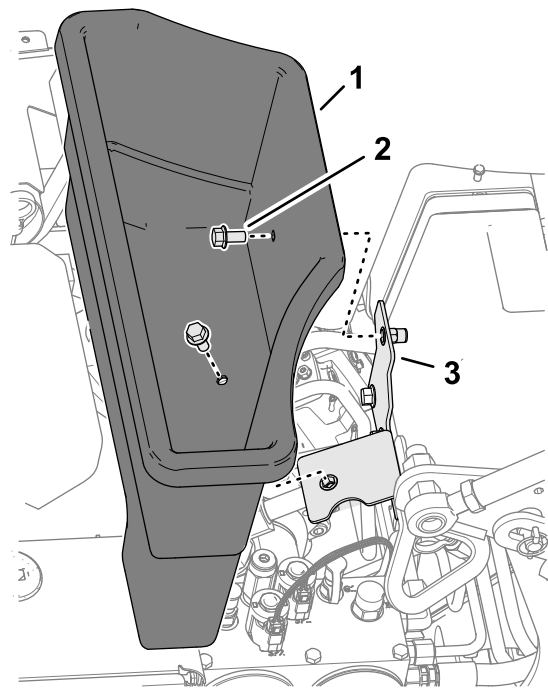

Bild 126
3. Entfernen Sie die beiden Bundkopfschrauben, mit denen die Aufbewahrungsbox an der Boxhalterung befestigt ist (Bild 126).